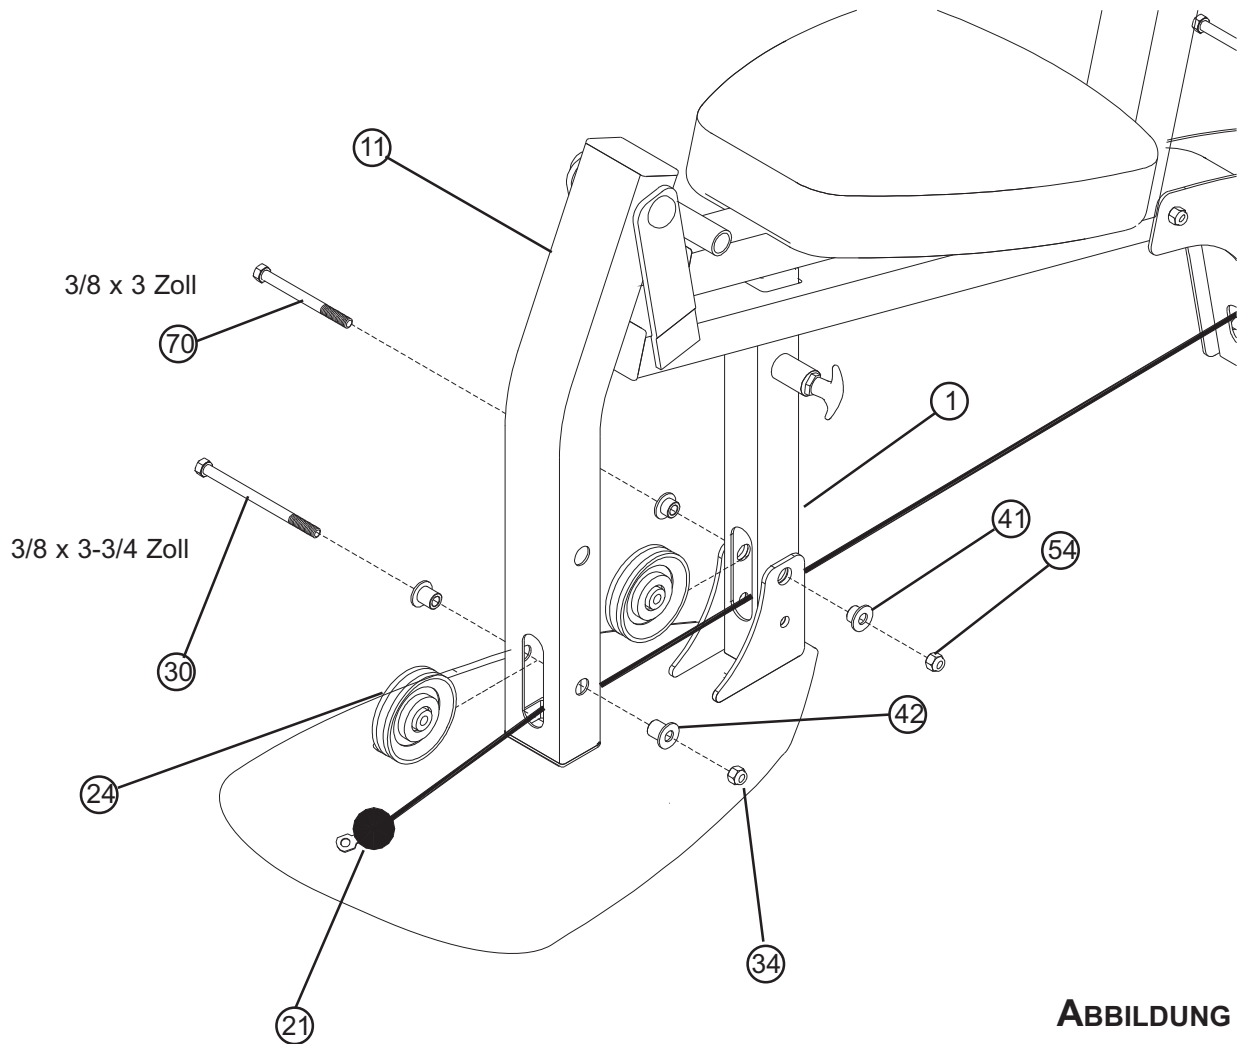

ABBILDUNG 16
- **DER SEILZUG MUSS ZWISCHEN SEILSCHEIBE UND UNTERER SCHRAUBE AM BEINSTÄNDER (11) UND RAHMEN (1) POSITIONIERT SEIN.**
- Das Kugelende des UNTEREN SEILZUGS (21) und eine 3-1/2 Zoll SEILSCHEIBE (24) mit einer 3/8 X 3-3/4 Zoll SCHRAUBE (30), zwei 3/8 X 1-1/16 Zoll ABSTANDSSTÜCKEN MIT BUND (42), zwei 3/8 Zoll UNTERLEGSCHIEBEN (36) und einer 3/8 Zoll SICHERUNGSMUTTER (34) fest an den BEINSTÄNDER (11) montieren.
- Eine 3-1/2 Zoll SICHERUNGSMUTTER (24) und zwei 3/8 X 3/4 Zoll ABSTANDSSTÜCKE MIT BUND (41) mit einer SCHWARZEN 3/8 X 3 Zoll SCHRAUBE (70) und einer SCHWARZEN 3/8 Zoll SICHERUNGSMUTTER (54) fest an den RAHMEN (1) montieren.
- Hinweis:** Der BEINSEILZUG (21) sollte wie in ABBILDUNG 16 gezeigt über der Sicherungsschraube verlegt werden.